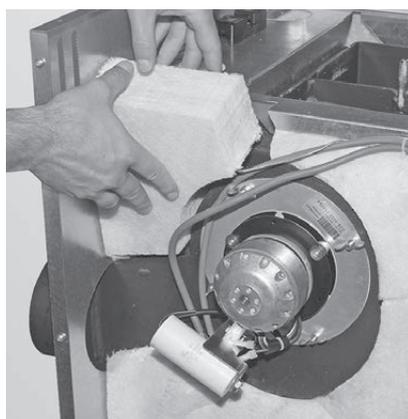

Fig. 39 Applicare l'isolamento (incluso, posto di lato sotto il ventilatore gas combusti)
- ▶ Infilare l'isolamento (incluso, posto di lato sotto il ventilatore gas combusti) in alto in corrispondenza del bocchettone dei gas combusti – Fig. 39.